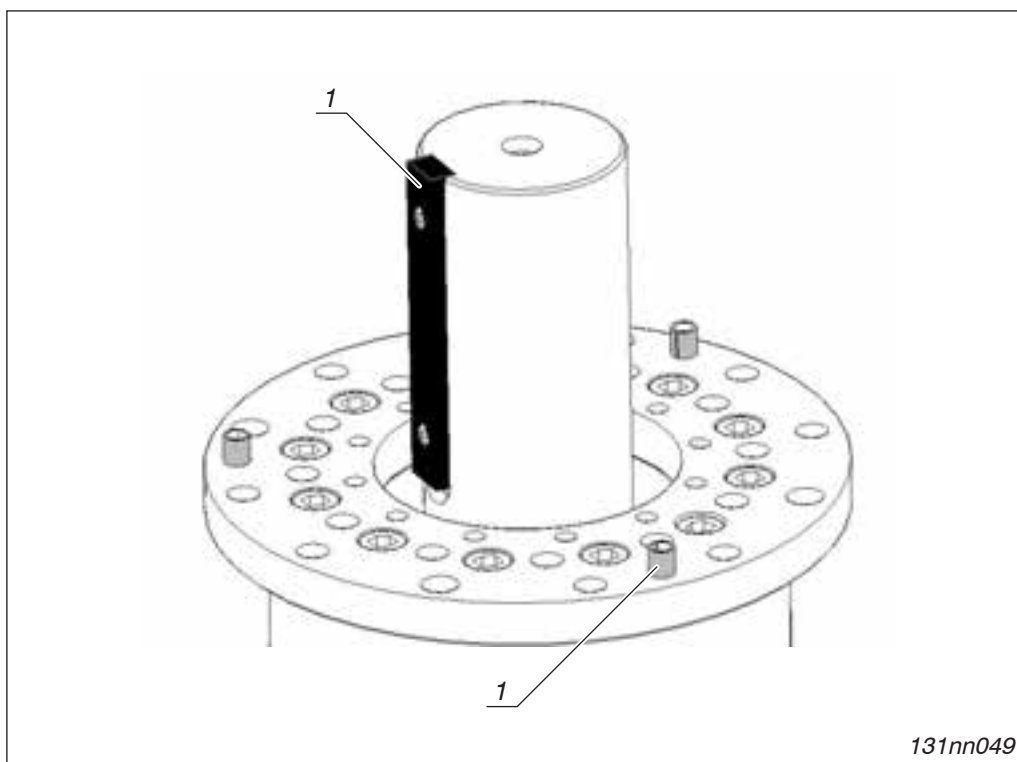

Fig. 4-2 Montagehilfen Passfeder und Spannstift
2. Spannstifte (→ Seite 4-6, Fig. 4-2, Pos. 2) von unten soweit durch den Armaturenflansch schlagen, dass an der Flanschoberseite die komplette Fase sichtbar wird.
6. Darauf achten, dass die Passfeder der Armatur (→ Seite 4-6, Fig. 4-2, Pos. 1) genau in die Nut der Antriebsbuchse passt.